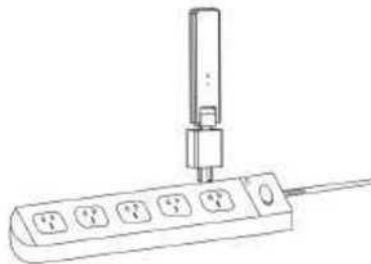

Figura 2:
b. Si usa una tira multicontacto, asegúrese de que esté colocada al menos 1 metro sobre el suelo e intente instalar la DTU 90 grados vertical al suelo tanto como sea posible (figura 2).